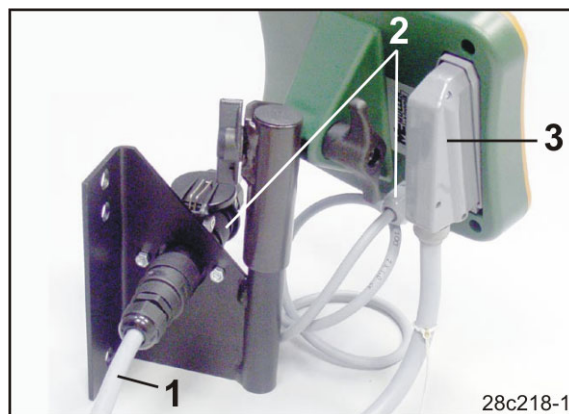

Рис. 13
2. Подсоедините кабель питания (Рис. 13/1) к консоли и к 12-вольтному гнезду на тракторе.
3. Соедините консоль и терминал управления кабелем питания (Рис. 13/2).
5. Проведите кабель машины (Рис. 13/3) в кабину трактора и вставьте штекер машины в терминал управления.